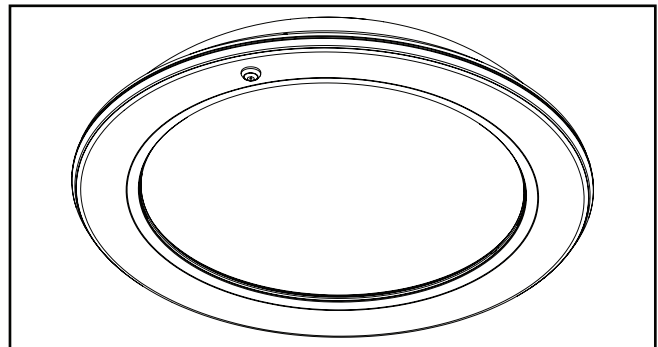

Figura 3. Imagen que muestra el interruptor de prueba y el indicador de carga
4. El interruptor de prueba de la batería y el indicador de carga se encuentran ubicados en la luminaria tal como se muestra. (Figura 3)